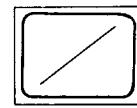

Fig. 6
- Reproduire le signal de 8kHz de la bande étalon (QZZCFM). Régler la vis (B) indiquée dans la Fig. 3 de sorte que les aiguilles des deux voltmètres électroniques oscillent au maximum, et qu'on obtienne sur l'oscilloscope une forme d'onde semblable à celle indiquée dans la Fig. 6.